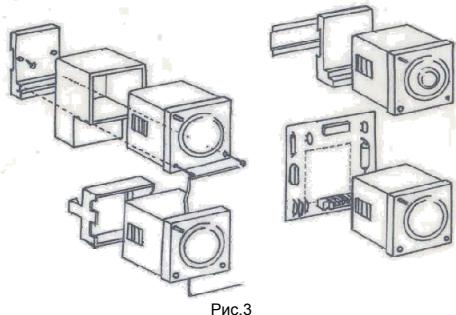

Рис.3
Монтаж основы (B), на дин-рейку, фальшпанель или под печатный монтаж. (Рис.3)